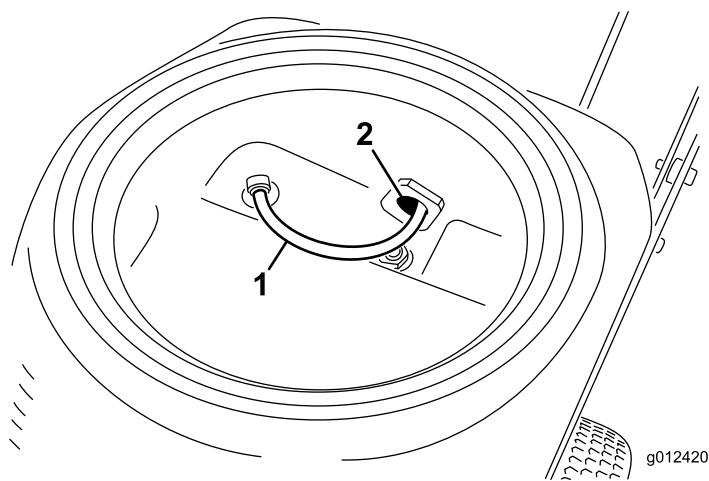

Figure 32
4. Dans la cuve de peinture, insérez la conduite d'agitation dans le robinet de vidange, comme illustré à la Figure 32.